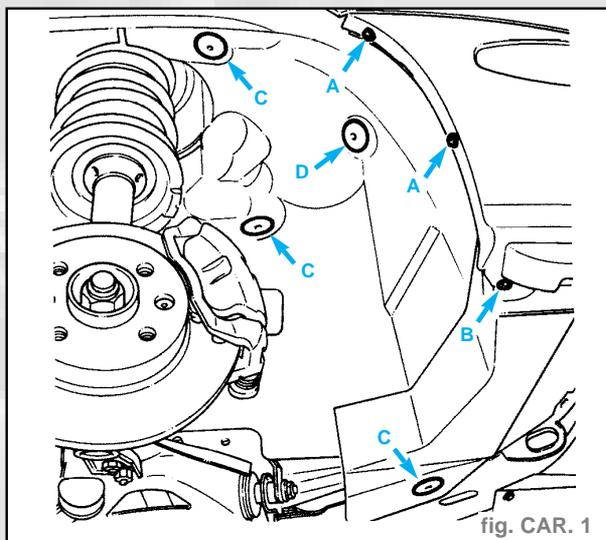

fig. CAR. 1
- Déposer (fig. CAR. 1) :
- les deux vis de fixation supérieures latérales (A) (Étoile 20)
- et la vis de fixation inférieure latérale (B) (Étoile 20) de la partie AV du protecteur intérieur d'aile AV,
- les trois agrafes de maintien (C),
- le clip de maintien (D) et ôter la partie AV du protecteur d'aile droite et gauche.